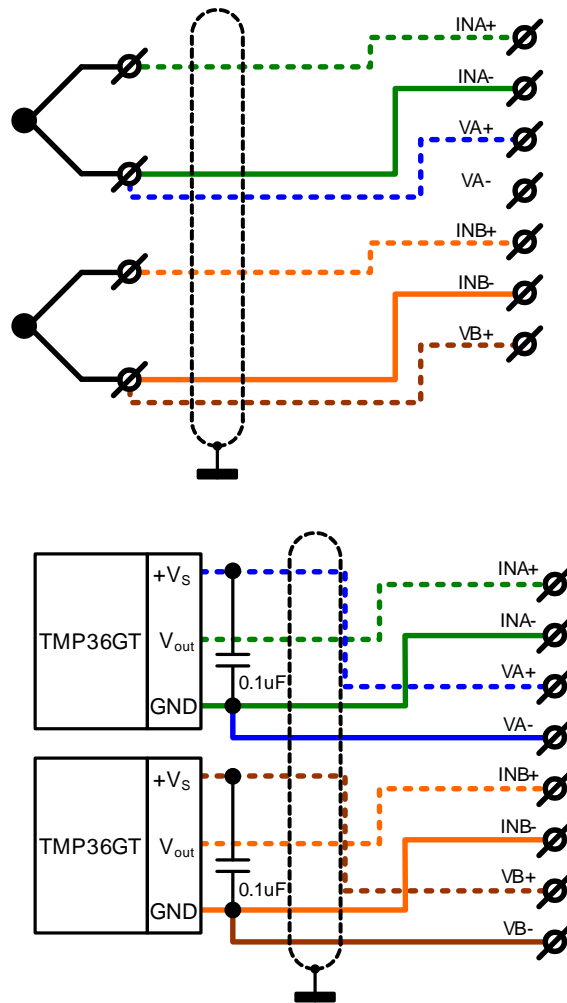

Рисунок 4 - Схемы подключения термопар и датчиков температуры TMP36GT
2.4.2 Схема подключения термопар и датчиков температуры TMP36GT компании Analog Devices, представлены на рис. 4